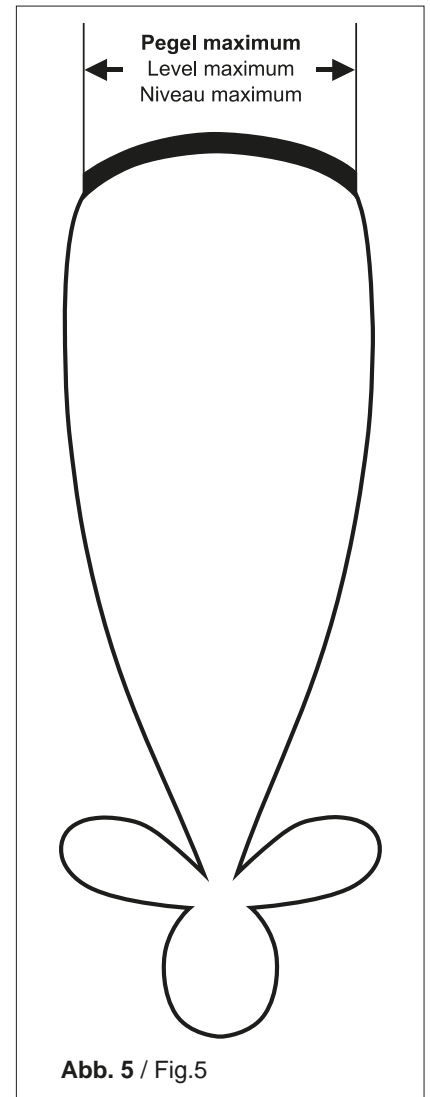

Abb. 5 / Fig.5
2. Durch Drehen über die Azimut-Achse Satelliten suchen (siehe beiliegende Azimut-/Elevationstabelle) und auf Maximalanzeige einstellen (bei Verwendung eines Kathrein- Satelliten-Messempfängers MSK ...). Steht kein Messempfänger zur Verfügung, auf beste Signalstärke/-qualität einstellen (siehe Abb. 5 und Text).
2. Tune to wanted satellite (see enclosed azimuth/elevations table) by turning the antenna around the azimuth axle until max. signal level is obtained (if a Kathrein signal meter MSK... is used), or until best signal strength/quality is reached (without signal meter) (see fig. 5).
6. Continue as described in section "Cable connection" (item 2).
2. Rechercher un satellite (voir tableau azimut/élévation livré avec la tête) en tournant l'antenne autour de son axe Azimut jusqu'on a trouvé le niveau le plus élevé (en cas d'utilisation d'un mesureur de champ satellite Kathrein (MSK...) ou jusqu'à l'on a obtenu la meilleure intensité/qualité du signal (alignement sans mesureur de champ satellite) (voir fig. 5).